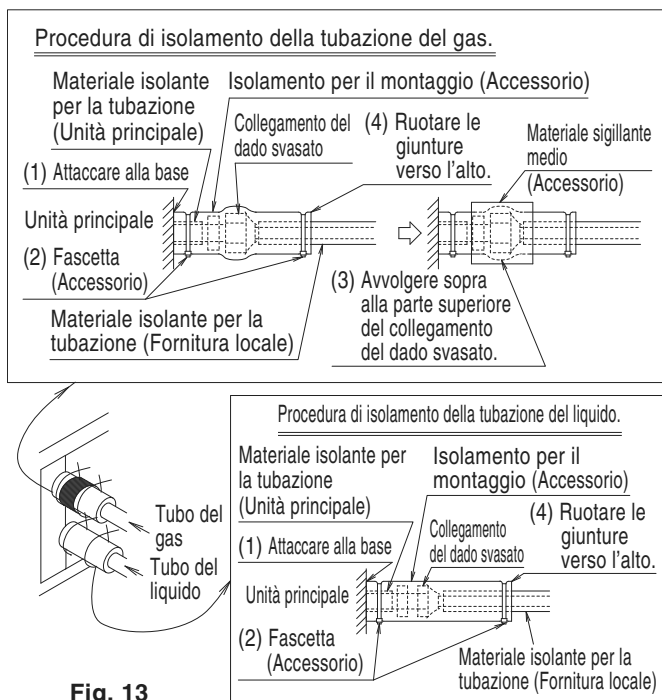

Fig. 13
- Dopo aver controllato se esistono perdite di gas nei collegamenti dei tubi, isolare la tubazione del liquido e quella del gas. **(Fare riferimento alla Fig. 13)**